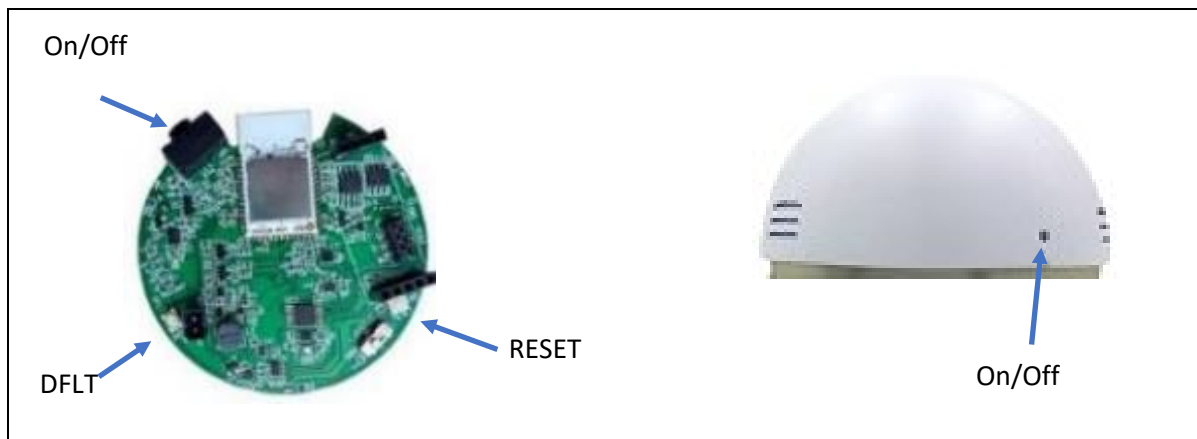

Fig. 3 – Posizionamento tasti su scheda tipo sensori PRMPv042x.
5. Tenendo premuto il tasto DFLT (§Fig. 3), premere il tasto RESET; quindi rilasciare il tasto RESET e successivamente il tasto DFLT.